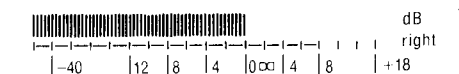

Fig. 17
- A ce moment, vérifier que le segment -40 dB s'obscurcisse (luminosité intermédiaire entre pleine luminosité et extinction: voir Fig. 17).